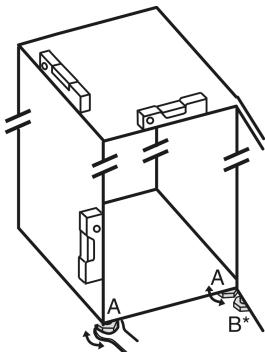

Fig. 5
- Ξεβιδώστε τα ρυθμιζόμενα πόδια Fig. 5 (A) με το γερμανικό κλειδί που υπάρχει στη συσκευασία και με τη βοήθεια ενός αλφαδιού μέχρι η συσκευή να είναι καλά και οριζόντια ευθυγραμμισμένη.
- Ξεβιδώστε το ρυθμιζόμενο πόδι Fig. 5 (B) στο στήριγμα με το γερμανικό κλειδί που υπάρχει στη συσκευασία, μέχρι να ακουμπήσει στο δάπεδο.
- Περιστρέψτε το ρυθμιζόμενο πόδι Fig. 5 (B) άλλες 90°.